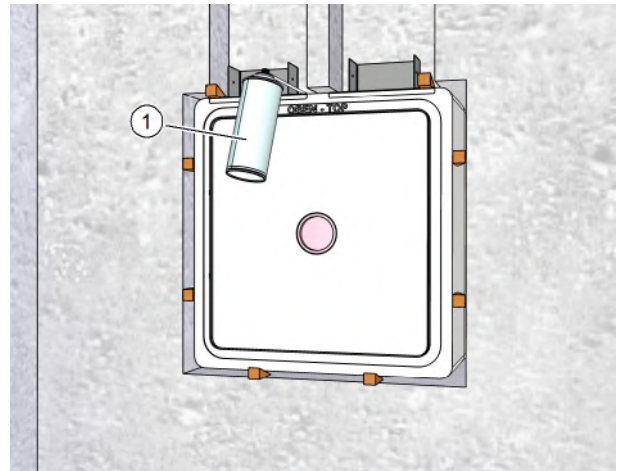

Abb. 18: Hohlräume um den Mauerkasten einschäumen
- ▶ Füllen Sie die Hohlräume zwischen Mauerkasten und Mauerdurchbruch umlaufend und durchgängig mit Montageschaum (Pos. 1 in Abb. 18) oder mit anderen geeigneten Verfüllmaterialien.